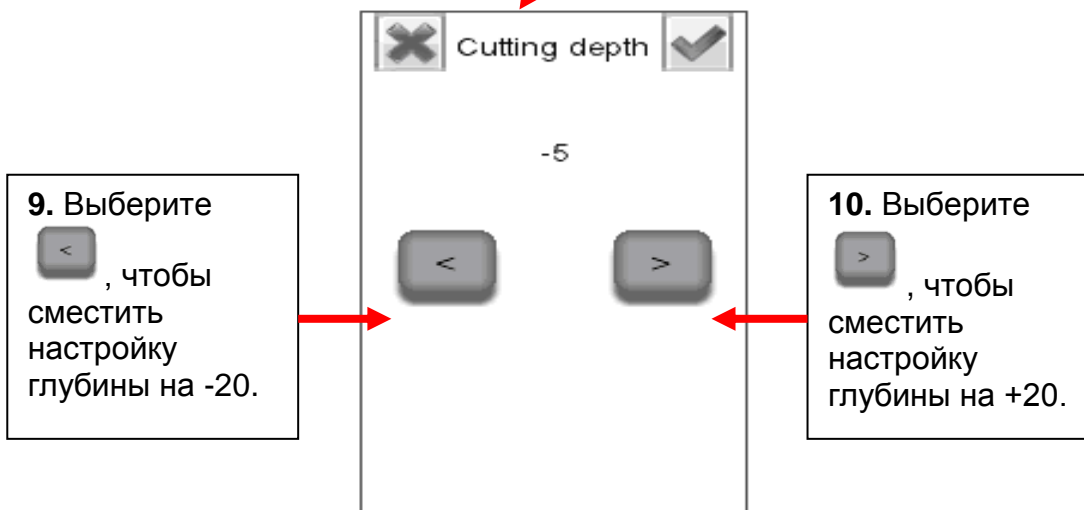

Рисунок 6. Выбор глубины прокола
13. Когда на дисплее отображается экран «Ready» (см. рис. 1), это означает, что принтер настроен и готов к перфорированию. Теперь вы можете вернуться к меню, показанному на рис. 6, чтобы уточнить качество перфорирования в соответствии с размером и типом трубки.